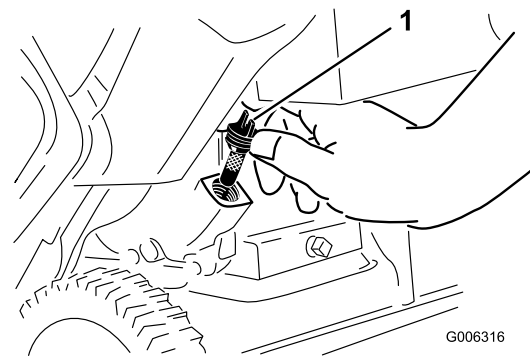

Figura 11
2. Limpie la zona alrededor del tapón de llenado de aceite (Figura 11).